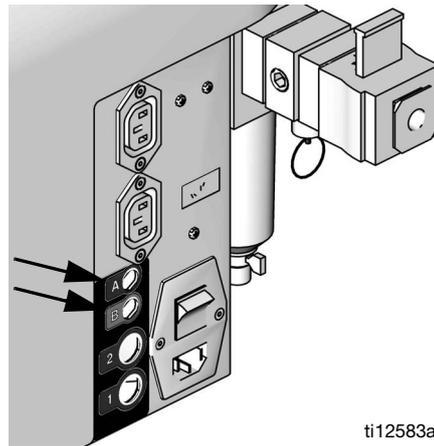

FIG. 6: Fuente de alimentación del kit de rellenado de tanque
2. Para los kits de rellenado de tanque instalados en el tanque del lado A, enchufe el cable de alimentación eléctrica del kit de rellenado de tanque en el conector «A» ubicado en la parte trasera de la máquina. Consulte la FIG. 6.
Para los kits de rellenado de tanque instalados en el tanque del lado B, enchufe el cable de alimentación eléctrica del kit de rellenado de tanque en el conector «B» ubicado en la parte trasera de la máquina. Consulte la FIG. 6.